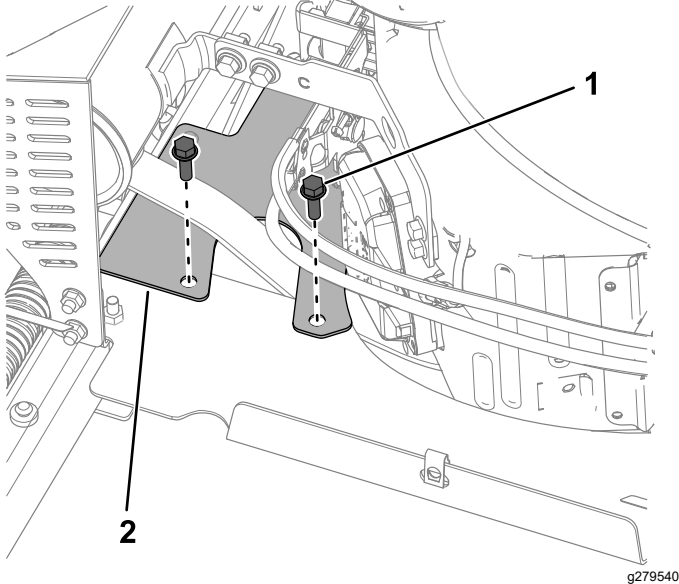

Figura 35
2. Retire los 2 pernos (5/16" x 1") y el protector de la correa (Figura 35).